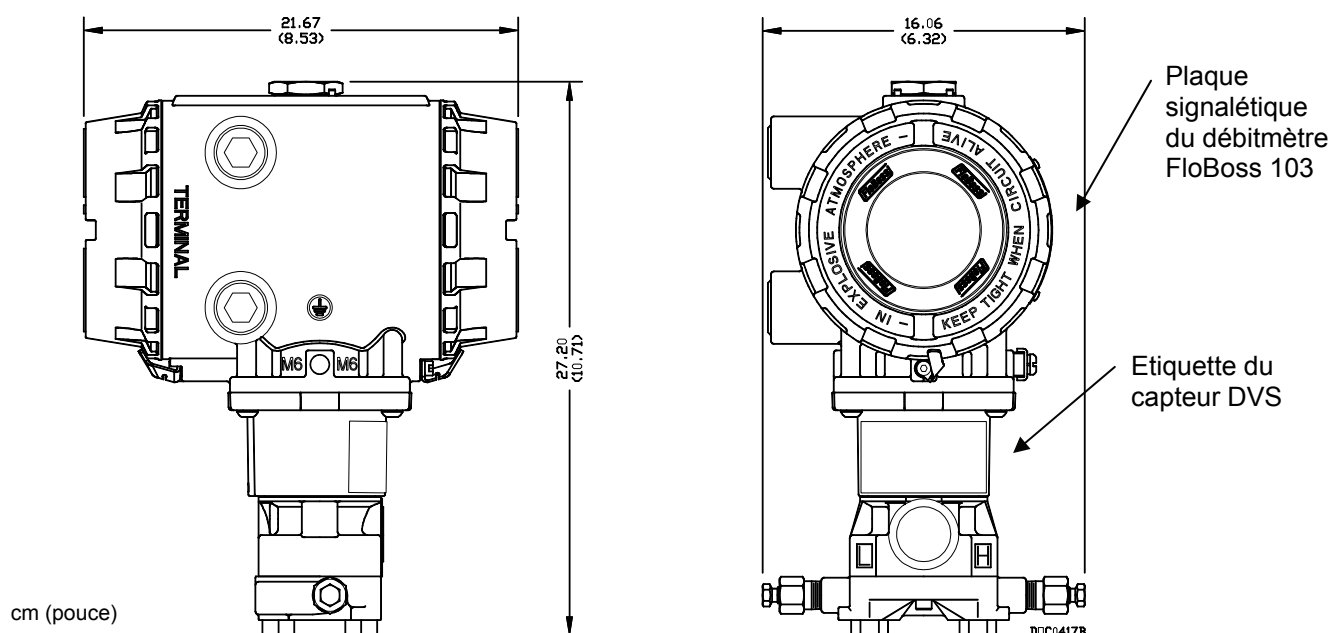

Figure 8. Dimensions du FloBoss 103
2. Trouver un emplacement approprié pour le FloBoss 103. Choisir un emplacement bien dégagé, sans encombrement. Prévoir l'espace nécessaire au passage des câbles et à l'entretien. L'écran LCD en option doit être clairement visible et facilement accessible à l'opérateur sur site. Voir la *Figure 8*.